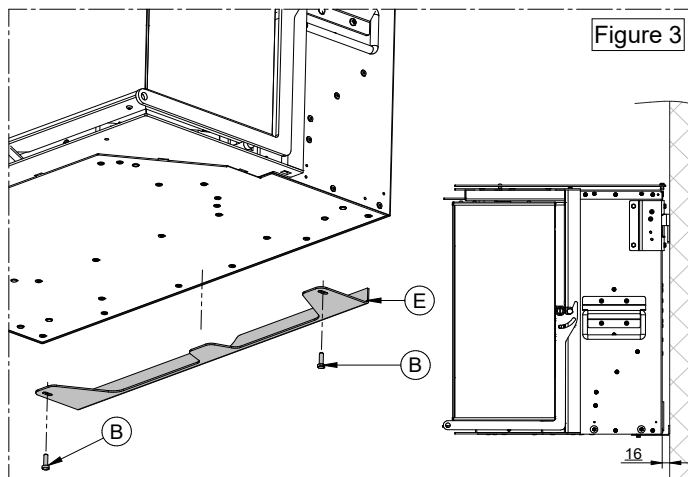
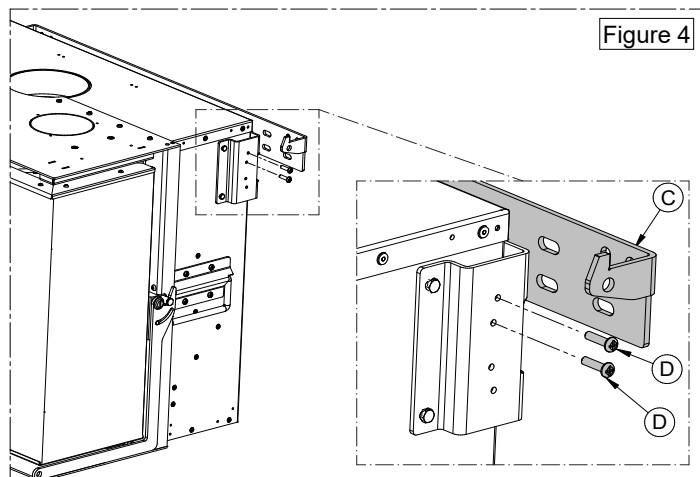

Figure 3
Figure 4
- Retirer les blocs I à l'aide des vis L (Figure 3). Retirer les pièces M, N, O et Q à l'aide des vis P (Figure 4).
- 4) Visser le boulon (L) jusqu'à assurer une fixation correcte et étanche du conduit des fumées au tuyau de sortie de l'insert, voir figures 4 et 5. Procéder enfin au remontage des pièces en fonte précédemment démontées.
- 3) Faire passer le câble de l'interrupteur (L) à travers la goulotte prévue jusqu'à sa sortie par la partie frontale. Raccorder les fils aux connecteurs de l'interrupteur dans l'ordre indiqué, puis l'enfoncer jusqu'à son encastrement dans le logement prévu, voir figure 3.
- 4) Faire sortir à l'extérieur de l'appareil le câble d'alimentation (M) du ventilateur en le faisant passer par l'orifice arrière prévu (A), puis le raccorder à l'alimentation électrique 230 V – 50 Hz, voir figure 4.
- 3) Assembler le support E avec les vis B, en garantissant une distance d'environ 16 mm entre l'extrémité du support et l'arrière de l'insert, voir figure 3.
- 4) Procéder à la suspension de l'insert sur le support C fixé au mur. Bloquer l'insert au support, des deux côtés, en commençant par la vis supérieure D afin d'éviter le glissement de l'insert vers l'avant, puis avec la vis inférieure D pour en assurer le blocage, voir figure 4.
- 3) Démontez le cadre A en dévissant les vis B, puis démontez les poignées X en dévissant les vis Z, voir figure 3.
- 4) Installer les profilés latéraux C et le profilé supérieur D à l'aide des vis E, voir figure 4.